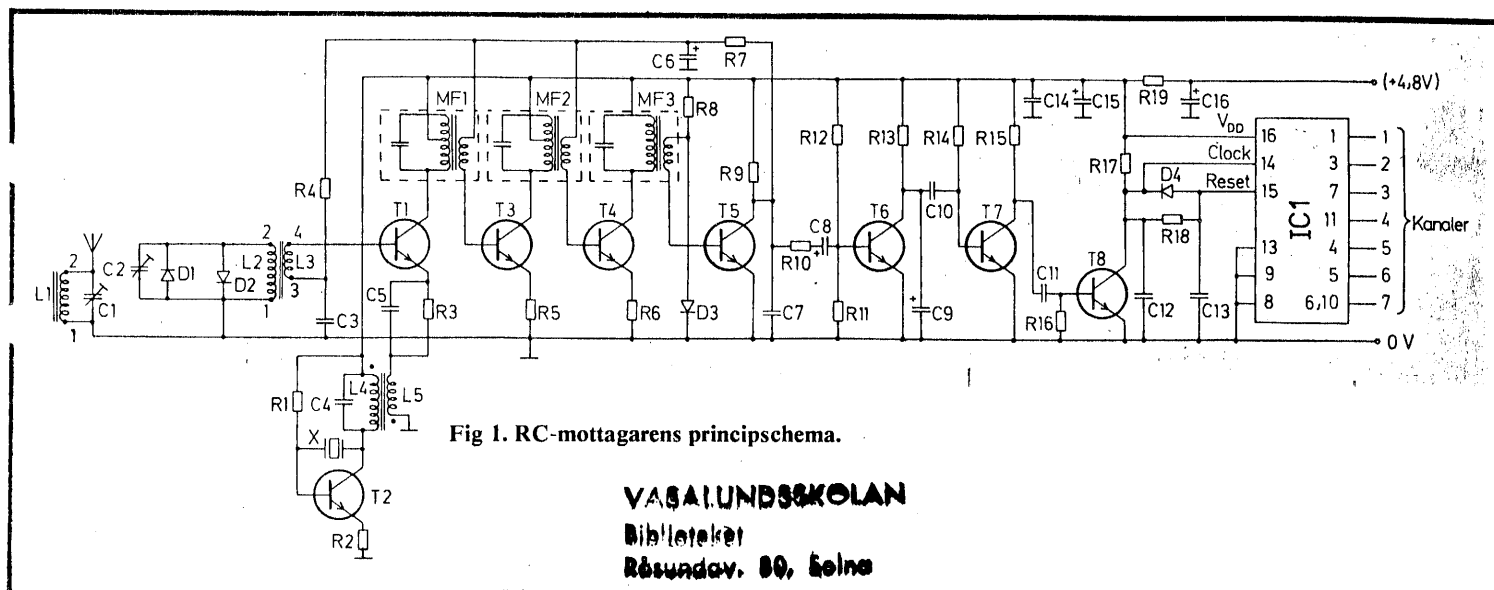

Fig 1. RC-mottagarens principschema.
*fig 5*). Berör inte kärnorna med magnetiseringsbara verktyg; de kan sätta ner spolarnas  $Q$ -värde. Därefter löds förkretsarna på plats. Jämför numreringen i *fig 1* och 5.